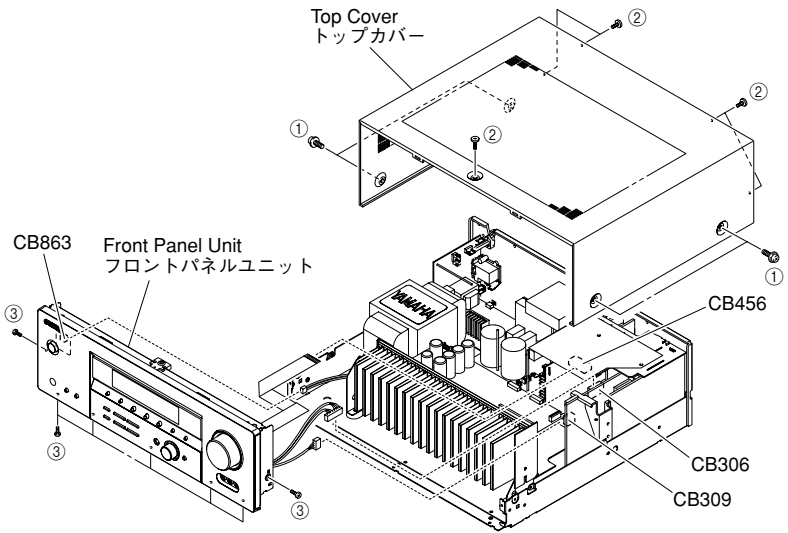

Fig. 1
- c. Remove CB306, CB309, CB456 and CB863 and then remove the Front Panel Unit. (Fig. 1)
- a. ①のネジ4本、②のネジ5本を外します。(Fig. 1)
- b. トップカバーを後方へスライドさせ、取り外します。(Fig. 1)
- a. ③のネジ7本を外し、フロントパネルユニットを前方へ引き出します。(Fig. 1)
- c. CB306、CB309、CB456、CB863を外し、フロントパネルユニットを取り外します。(Fig. 1)